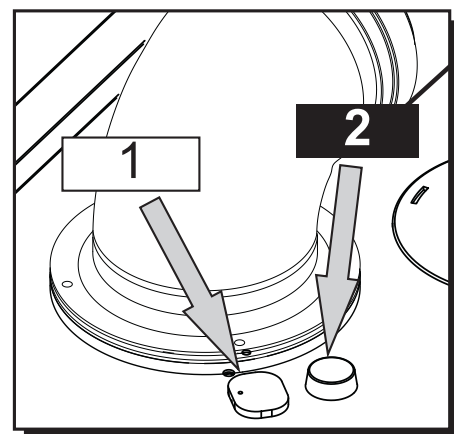

fig. 28 - Analisi fumi
1. Aprire il tappino di chiusura delle prese **aria** (rif. 2 - fig. 28) e **fumi** (rif. 1 - fig. 28);